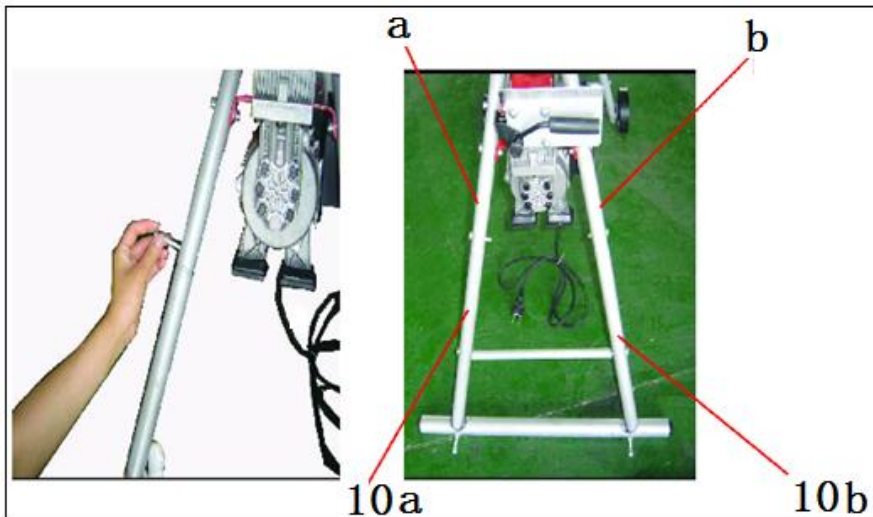

fig.2
a) Connecter le support avant (10a) au tube de connexion (a) et le support avant (10b) au tube de connexion (b) avec des boulons et des écrous (Fig. 2).